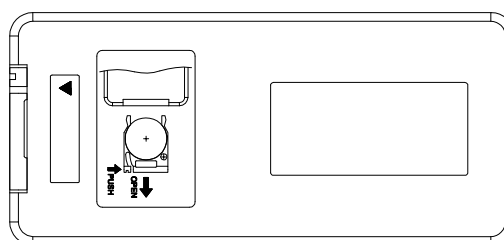

Figura 4
4. Presione el soporte de pilas en el mando a distancia, asegurándose de que encaje en su posición. (Figura 4)